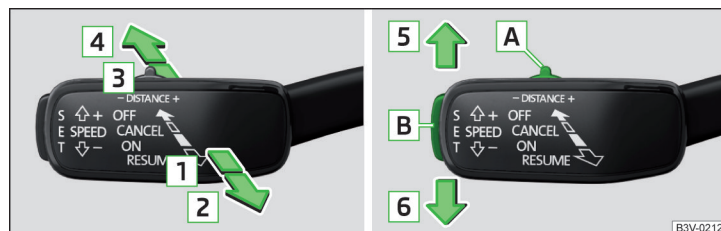

Fig. 281 Elementos de mando del dispositivo de limitación de velocidad
Vista general del sistema regulador del dispositivo de limitación de velocidad » fig. 281
- La palanca de operación ACC en posición ON colocar » fig. 281.